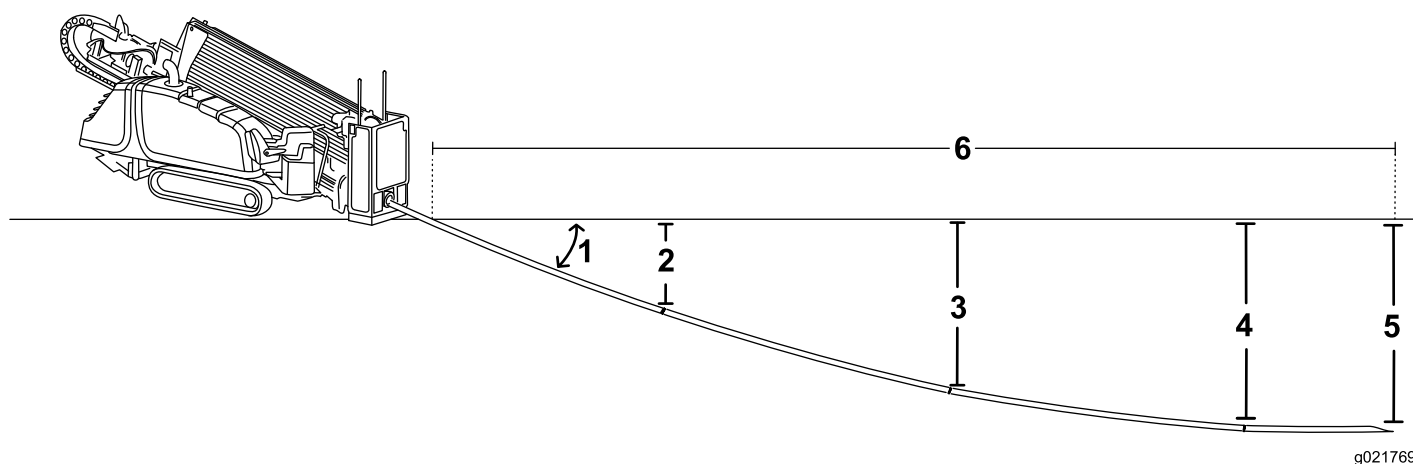

Рисунок 29
- Вы вставляете первые 3 м (10 футов) буровой трубы с долотом в землю без изгиба. Конец бурового долота будет на глубине 53 см (Рисунок 29).